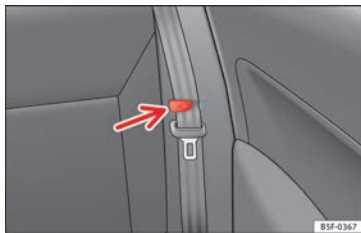

Fig. 149 Pinza para sujetar el cinturón de seguridad.
- Coloque los cinturones de seguridad laterales en la pinza del revestimiento » » fig. 149.